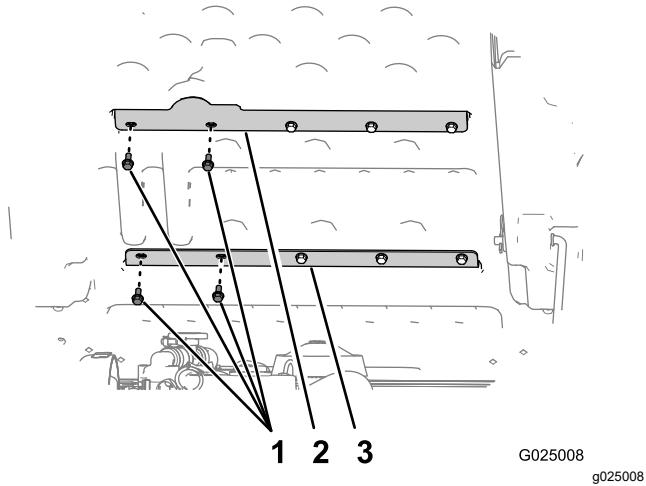

Figura 4
- Rimuovete i 2 bulloni più a sinistra (5/16" x 3/4") che assicurano il supporto superiore del pianale al pianale stesso (Figura 4).
- Rimuovete i 2 bulloni più a sinistra (5/16" x 3/4") che assicurano il supporto inferiore del pianale al pianale stesso (Figura 4).